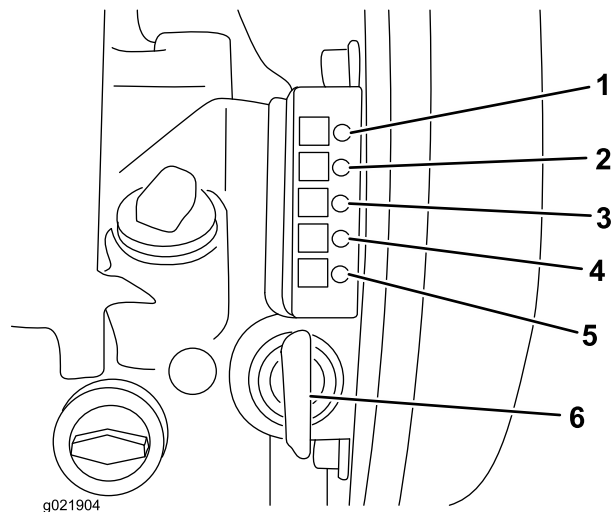

Figure 13
2. Introduisez la clé dans le commutateur de démarrage et tournez-la dans le sens horaire pour mettre le moteur en marche (Figure 13).
3. **Modèle 68075 uniquement :** Tournez la clé dans le sens antihoraire à la position d'arrêt (tous les témoins s'éteignent) et retirez la clé du commutateur de démarrage (Figure 13).